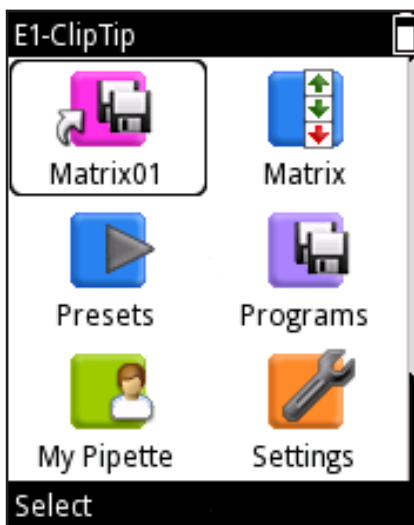

Abb. D44.
10. Der neue Schnellzugriff erscheint im Hauptmenü an erster Stelle (Abb. D44).